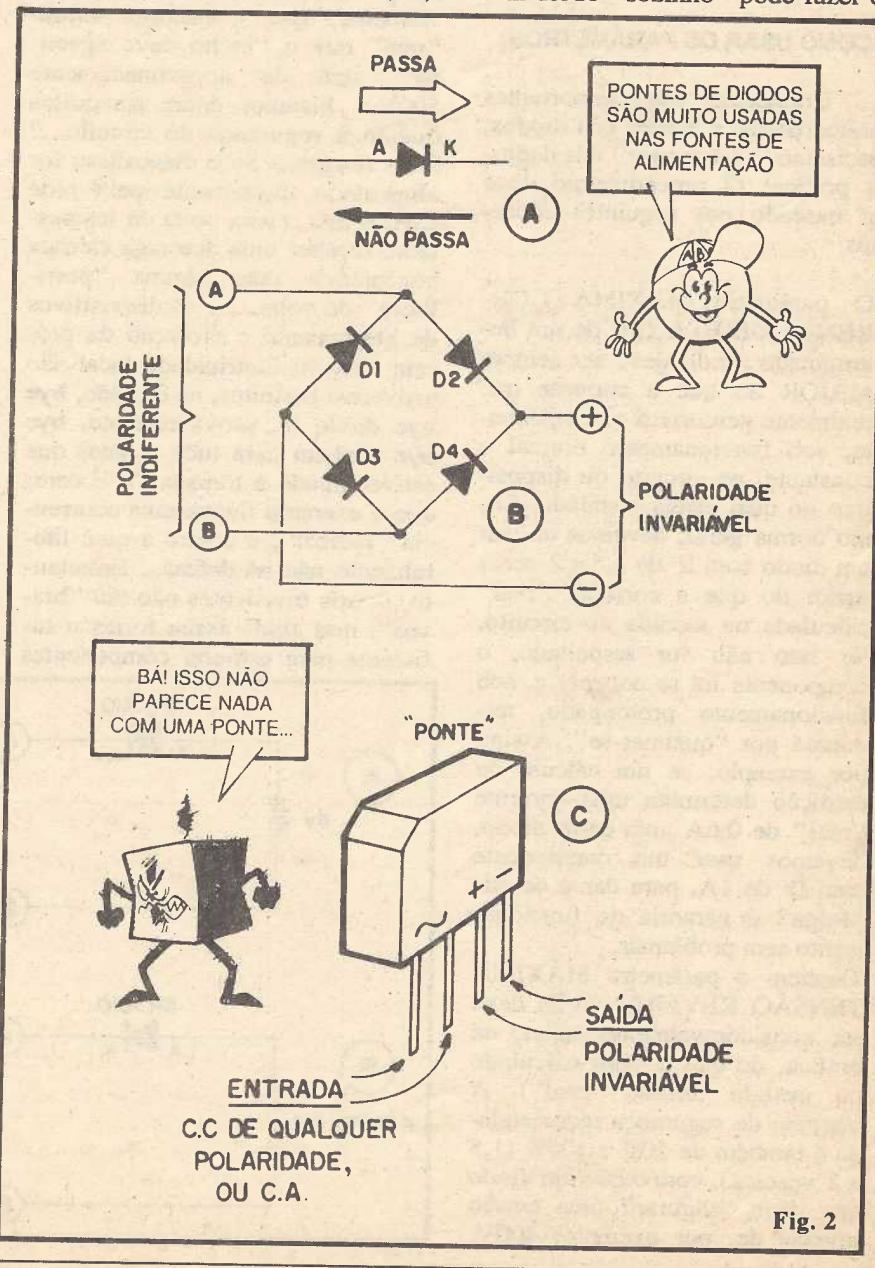

Fig. 2
- FIG. 2-A - Conforme já sabemos, um diodo "sozinho" pode fazer o
- **FIG. 2-B** - Se ligarmos 4 diodos na forma mostrada no diagrama, aplicando-se tensão aos pontos A e B, **sob qualquer polaridade**, na saída do arranjo (pontos "+" e "-") teremos polaridade fixa e invariável. Com isso, aos pontos A-B pode ser aplicada C.C. de qualquer polaridade, ou principalmente C.A., apresentando-se os pontos (+) e (-) sempre com as polaridades indicadas! Vamos verificar? Supondo que "A" está positivo e "B" negativo; nesse caso, D2 e D3 estarão polarizados no sentido direto, enquanto que D1 e D4 estarão inversamente polarizado... É só "seguir as setas" para verificar a polaridade na saída do sistema... Quando "A" estiver negativo, e "B" positivo, então D4 e D1 estarão polarizados no sentido de condução, enquanto que D2 e D3 não conduzirão, por estarem inversamente polarizados. Os pontos (+) e (-) de saída continuarão a apresentar as polaridades indicadas, sem variação! Se a corrente aplicada aos pontos A-B for alternada, a saída **continuará** sob polaridade fixa (indicada), apenas que a corrente se manifestará em pulsos e não de forma contínua...
- **FIG. 2-C** - Os fabricantes oferecem esse arranjo num encapsulamento único, geralmente na forma mostrada na figura (existem outros "modelos"...), quase sempre com os terminais identificados da seguinte maneira: uma "senóide" (forma de onda de Corrente Alternada) para os dois terminais de entrada (polaridade indiferente) e (+) e (-) para os terminais de saída (polaridade invariável).